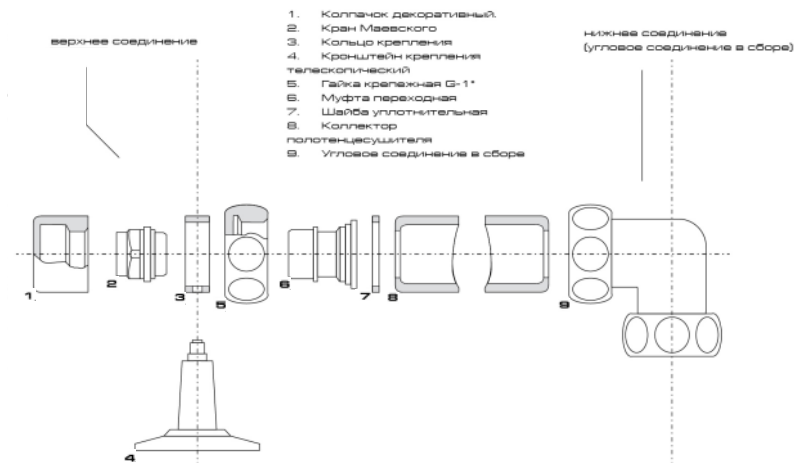

Рис. 7. Схема подключения полотенцесушителя к системе ГВС или отопления
3.1. Схема монтажа и подключения полотенцесушителя к системе ГВС или отопления (рис. 7):
3.3. Комплектация Полотенцесушитель комплектуется согласно схеме монтажа (см. рис. 7):
3.4. Полотенцесушитель (дизайн-радиатор) крепится к стене телескопическими кронштейнами, что позволяет регулировать расстояние до стены (рис. 7).
4.5. Монтаж полотенцесушителя производить согласно схеме (см. рис. 7).